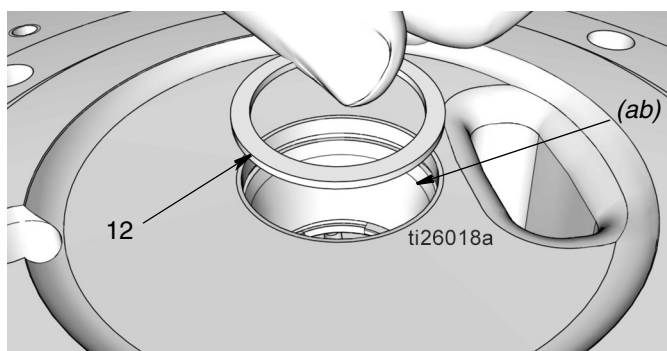

FIG. 34
- S'assurer que l'anneau de retenue (51) est toujours en place dans la base de la pompe (1).
- Monter l'entretoise (12) comme indiqué à la FIG. 34.